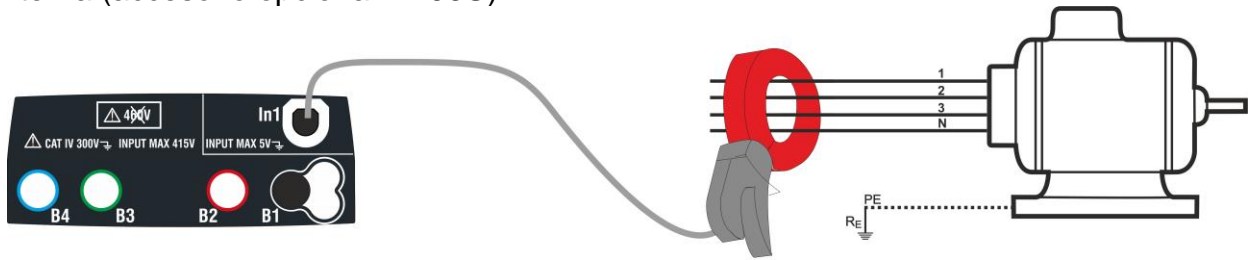

Fig. 26: Medida indirecta de la corriente de fuga en instalaciones trifásicas
4. Para medidas indirectas de la corriente de fuga conecte la pinza externa de acuerdo con la Fig. 26. Para medidas directas de la corriente de fuga conecte la pinza de acuerdo con la Fig. 27 y desconecte las eventuales conexiones añadidas de tierra que podrían influenciar los resultados de la prueba